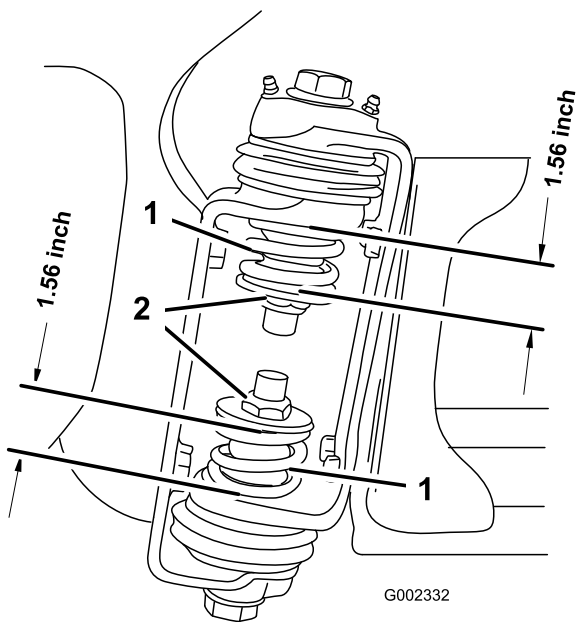

図 3
- ブームが開いた状態で、ブーム蝶番の部分で上部スプリングと下部スプリングの圧縮状態の長さを測定する(図 3)。